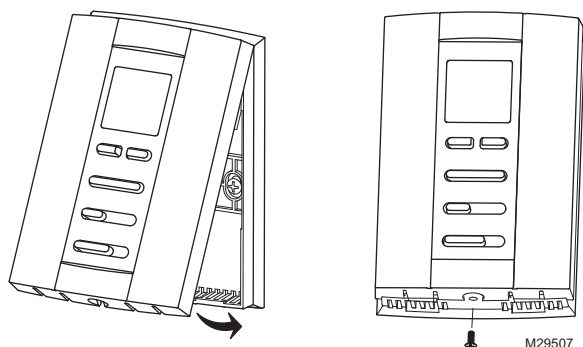

Fig. 4. Instalación del termostato.
4. Alinee la parte superior del termostato con la tapa posterior y empuje la tapa posterior hacia abajo. Consulte la Fig. 4 a la izquierda.
5. Inserte el tornillo de bloqueo en el agujero de la parte inferior del termostato y apriete. Consulte la Fig. 4 a la derecha.